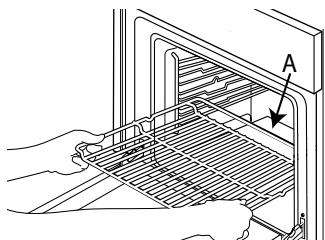

Fig. 1
1. Før grillristen vandret ind, med den hævede del "A" vendt opad (Fig. 1).